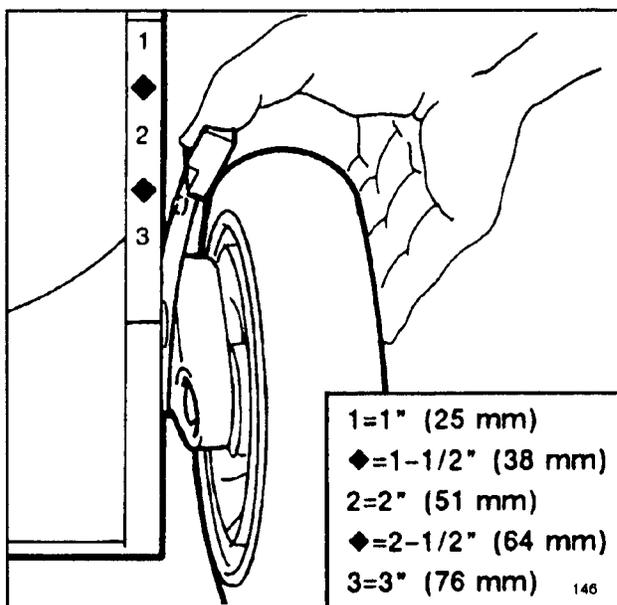

Figure 12
2. Afin de faciliter le réglage, soulevez le carter sans mettre les mains sous la plaque — de manière à ce que la roue ne touche plus le sol. Serrez le levier de réglage vers la roue et déplacez à l'ajustement désiré (fig. 12). Assurez-vous que la cheville du levier de réglage s'engage dans l'encoche du carter. Réglez toutes les roues à la même hauteur.